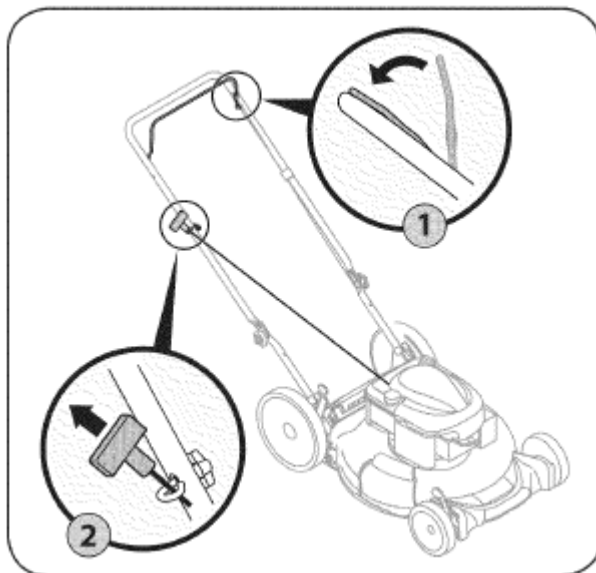

РИС. 14
1. Встаньте позади газонокосилки и нажмите рычаг устройства управления ножом (см. Рис. 14).
2. Удерживая верхнюю рукоятку и рычаг устройства управления ножом одной рукой, ухватитесь за рукоятку шнура стартера и медленно потяните ее до того, как почувствуете сопротивление. Затем резко потяните за шнур стартера (см. Рис. 14). Придерживайте рукоятку шнура стартера и позвольте последнему намотаться на барабан. Продолжайте выполнять указанную операцию до запуска двигателя.